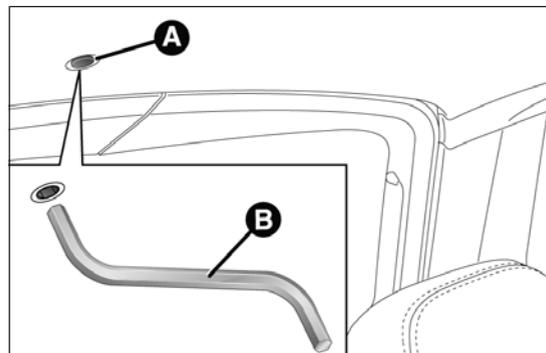

fig. 71
- retirer le bouchon de protection A fig. 71 qui se situe sur le revêtement intérieur ;